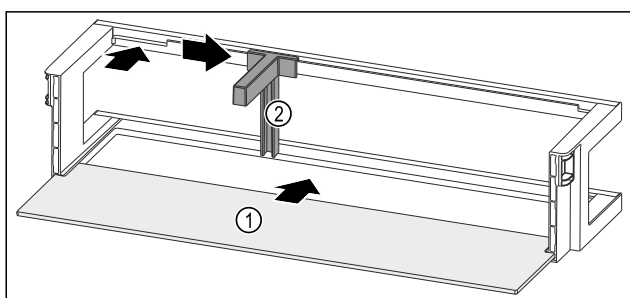

Fig. 119 Dveřní přihrádka s odkládací plochou
- ▶ Odkládací plochu Fig. 119 (1) zasuňte do bočních vybrání.
- ▶ Držák lahví Fig. 119 (2) vložte do vybrání.
- ▶ Držák lahví Fig. 119 (2) posuňte na stranu do požadované polohy.